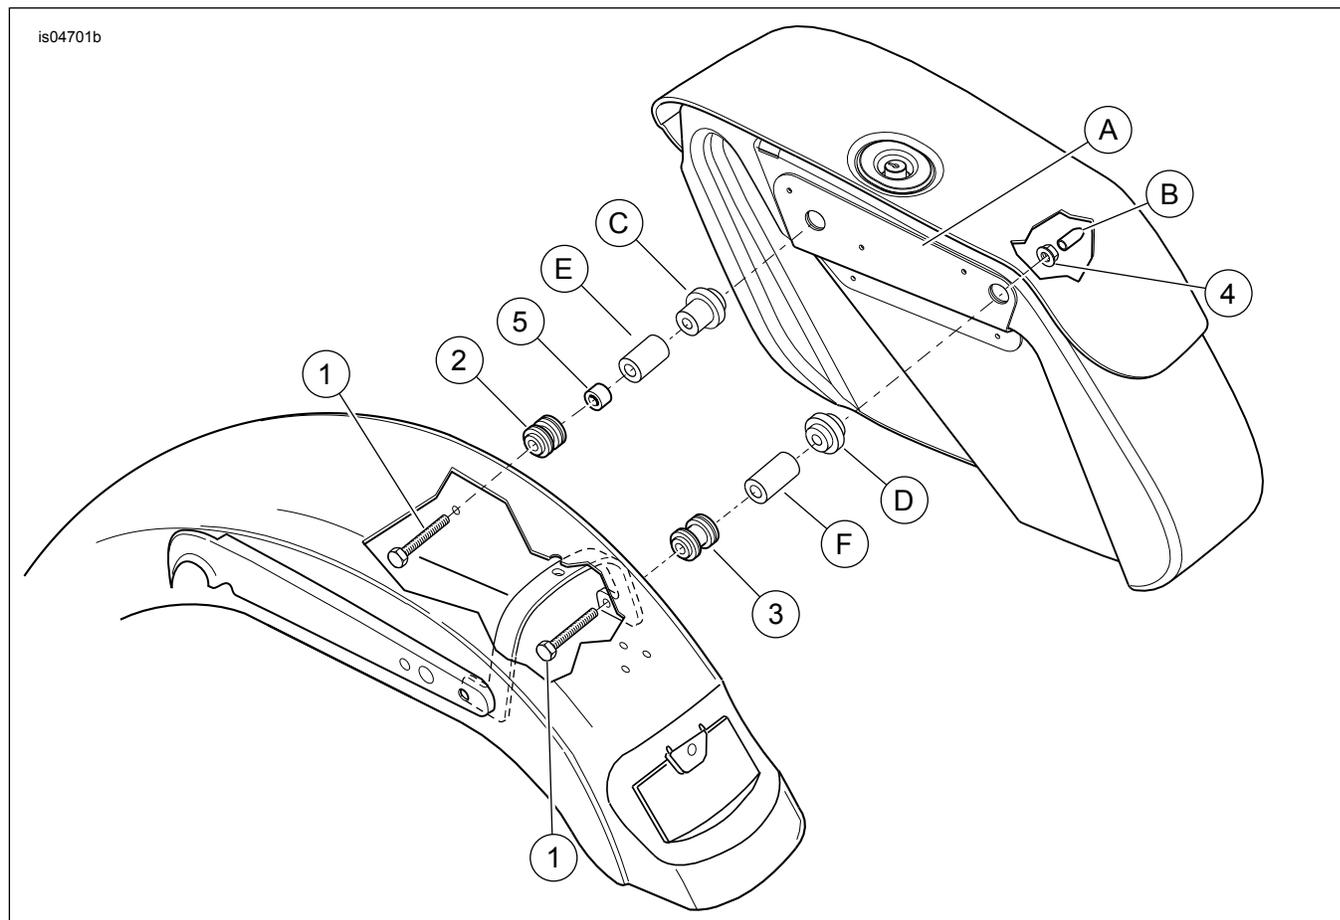

Figura 2. Peças de reposição: Ferragens do suporte, Sportster com alforjes
Veja a Figura 2 e consulte a Tabela 1.
1. **Para os kits de alforjes 88312-07 e 90201325:** Veja Figura 2. Pegue um ponto de suporte dianteiro (2), parafuso (1) e espaçador (F) do kit. Observe o anel com diâmetro pequeno em uma das extremidades do ponto de suporte. Do lado de baixo do para-lama, introduza o parafuso através do furo dianteiro no para-lama, e através do suporte e da tampa do para-lama. Coloque o ponto de suporte nas roscas do parafuso, começando com a extremidade do anel. Coloque o espaçador do ponto de suporte dianteiro nas roscas do parafuso como mostrado.
- Para o kit de alforjes 90201321:** Veja Figura 2. Pegue um ponto de suporte dianteiro (2), parafuso (1) e espaçador (C) do kit. Observe o anel com diâmetro pequeno em uma das extremidades do ponto de suporte. Do lado de baixo do para-lama, introduza o parafuso através do furo dianteiro no para-lama, e através do suporte e da tampa do para-lama. Coloque o ponto de suporte nas roscas do parafuso, começando com a extremidade do anel. Coloque o espaçador do ponto de suporte dianteiro nas roscas do parafuso, como mostrado, com a extremidade curta voltada para fora.
2. **Para todos os demais kits de alforjes:** Veja Figura 2. Pegue um ponto de suporte dianteiro (2), o parafuso (1) e o espaçador (5) do kit. Observe o anel com diâmetro pequeno em uma das extremidades do ponto de suporte. Do lado de baixo do para-lama, introduza o parafuso através do furo dianteiro no para-lama, e através do suporte e da tampa do para-lama. Coloque o ponto de suporte nas roscas do parafuso, começando com a extremidade do anel. Coloque o espaçador nas roscas do parafuso. Coloque o espaçador do ponto de suporte dianteiro (5) nas roscas do parafuso, como mostrado, com a extremidade curta voltada para fora.